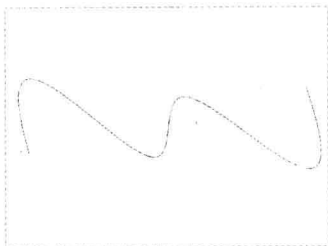

图 9-31 图形文件
Step 01 按【Ctrl+O】组合键，打开图形文件，如图 9-31 所示，在“功能区”选项板的“模型”选项卡中，单击“形状”面板中的“扫描”按钮.